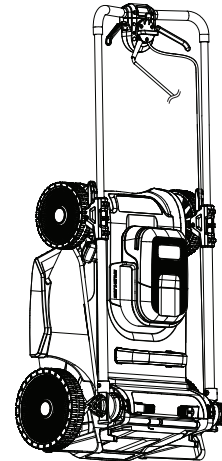

Fig. 22
- Ranger la tondeuse à gazon à plat ou en position verticale (Fig. 22).